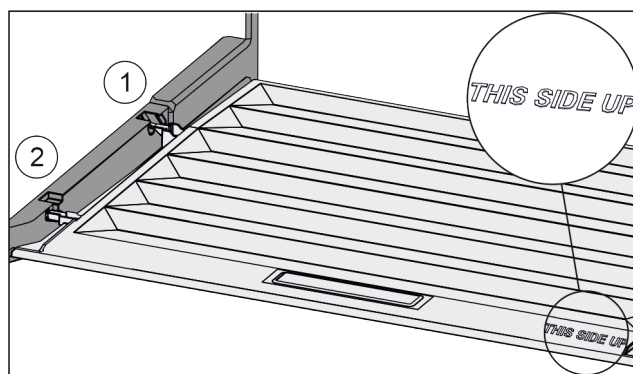

Fig. 79
- ▶ Ramiona pokrywy wprowadzić ponad otworem tylnego uchwytu Fig. 79 (1) i zazębić z przodu w uchwycie Fig. 79 (2).